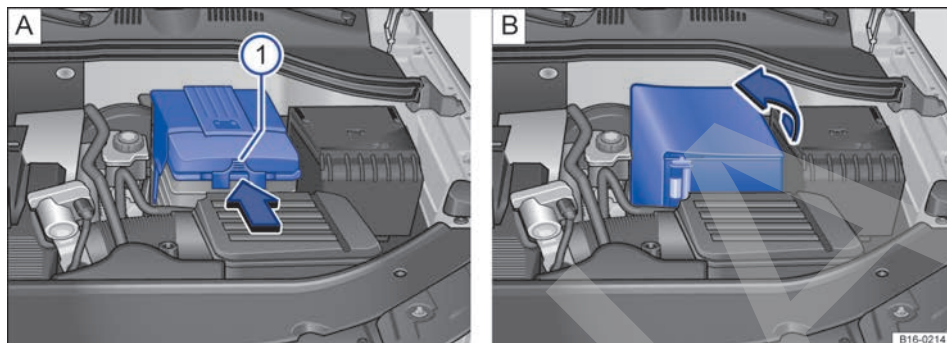

Fig. 217 Bateria de 12 voltios en el vano motor: **A**) Variante 1: desmontar la cubierta de plástico. **B**) Variante 2: levantar la cubierta guardapolvo flexible.
- En el caso de llevar una cubierta de plástico: presione la pestaña → fig. 217 **A**) ① en el sentido de la flecha y retire la cubierta hacia arriba.
- En el caso de llevar una cubierta guardapolvo flexible: levante la cubierta en el sentido de la flecha → fig. 217 **B**).